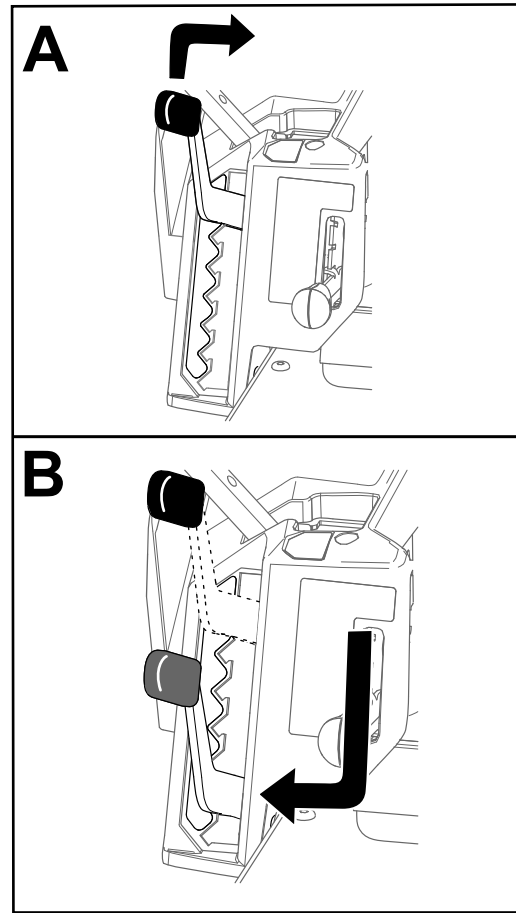

Figura 24
**Nota:** La posición de transporte es la posición de altura de corte más alta, 114 mm (4½"), según se muestra en Figura 24.
Puede ajustar la altura de corte de 38 a 114 mm (1½" a 4½") en incrementos de 13 mm (½"). La altura de corte es controlada por la palanca situada a la derecha del puesto del operador (Figura 24).